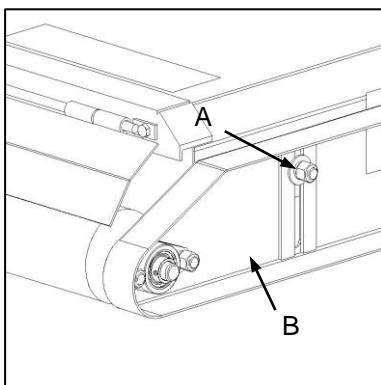
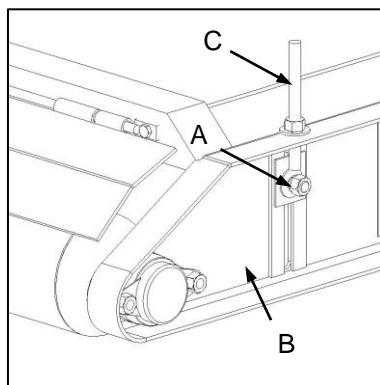

Fig. 3
Fig. 4
- ✓ To set the working height of the implement, loosen the side panel retaining nuts (Fig. 3-A / 4-A) and adjust the position of the side panel (Fig. 3-B / 4-B) as required. The larger and heavier F50 models are provided with a leadscrew-type adjuster (Fig. 4-C).
- ✓ Om die implement se werkshoogte te stel, maak die sypaneel se keermoere los (Fig. 3-A / 4-A) en verstel die posisie van die sypaneel (Fig. 3-B / 4-B) soos benodig. Die groter en swaarder F50-modelle is van 'n leiskroef-tipe versteller voorsien.